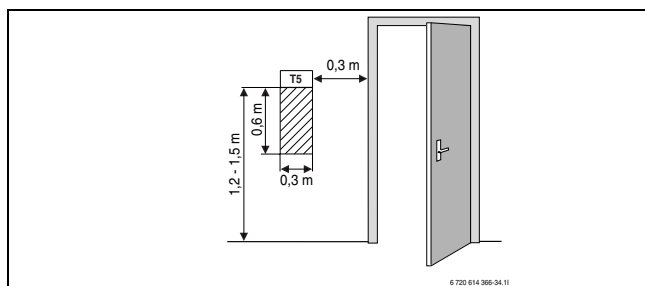

Fig. 21 Lieu de montage recommandé de la sonde de température ambiante
- Libre circulation de l'air sous la sonde d'ambiance (la surface hachurée de la figure 21 doit rester dégagée).